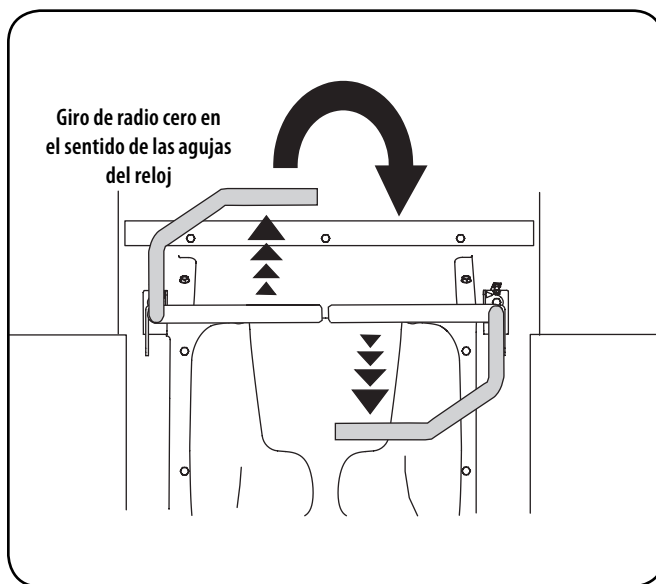

Figura 18
2. Para girar en el sentido de las agujas del reloj, mueva la palanca de control del lado izquierdo hacia adelante mientras mueve simultáneamente la palanca de control derecha hacia atrás. Vea la Figura 18.